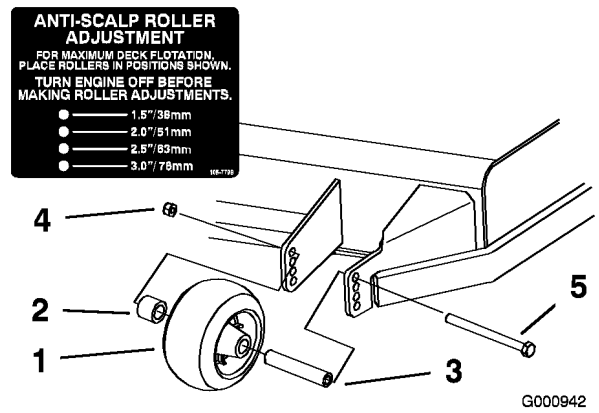
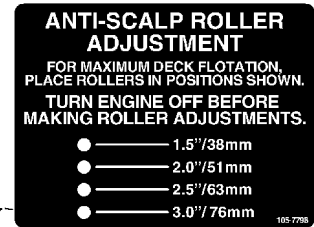

Figure 20
Figure 21
3. Après avoir réglé la hauteur de coupe, réglez les galets en retirant l'écrou à collerette, la bague, l'entretoise et le boulon (Figure 20, Figure 21 et Figure 49).
Remarque: Les deux galets centraux ne sont pas munis d'entretoise (Figure 21).
5. Posez l'écrou à collerette, la bague, l'entretoise et le boulon. Serrez à 54-61 Nm (Figure 20, Figure 21 et Figure 49).